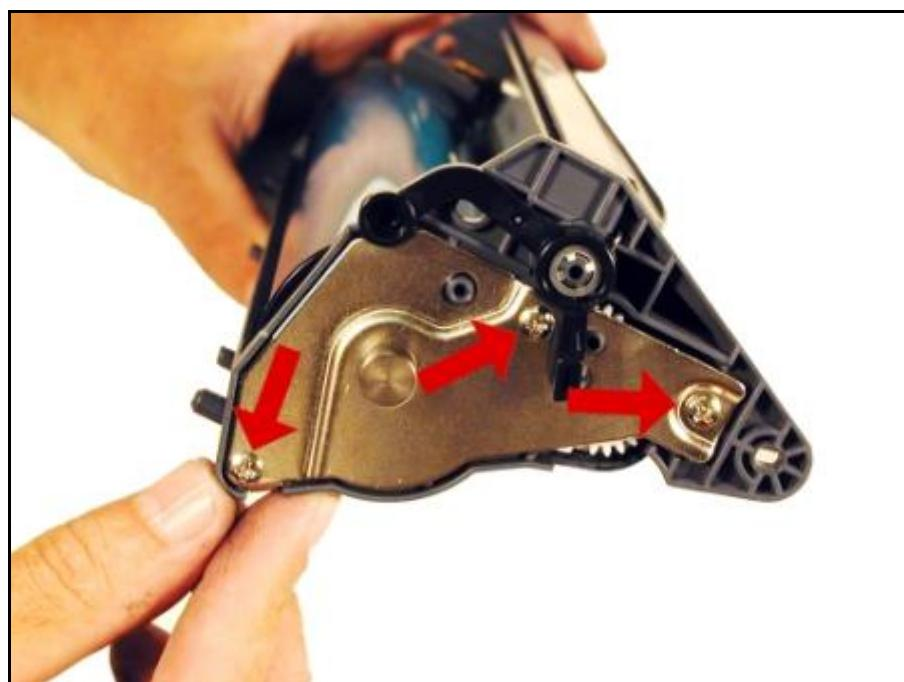

Ilustración 53
43. Instalar la placa del eje del tambor OPC y los tres tornillos (cortos plateados). Asegurar que la grasa de contacto en el extremo de eje se encuentre limpia, si no, reemplazarla. Ver ilustración 53